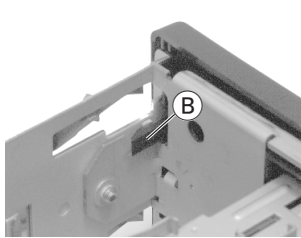

Fig. 3
- Rastnasen (B) und (C) austrasten (Fig. 3 und 4). Frontblende nach vorne abziehen.
- Unhook the catches (B) and (C) (Fig. 3 and 4). Pull off the Front.